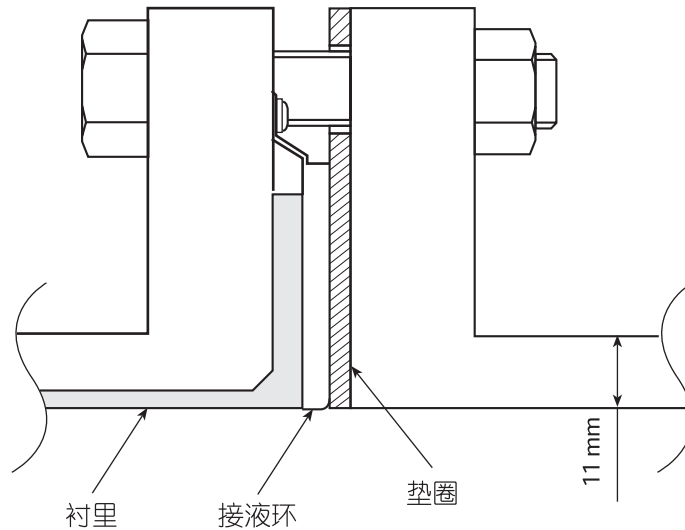

图 2-9 氯乙烯配管的安装场合
1. 按规定的紧固力矩进行安装の場合，如图 2-9 进行安装。